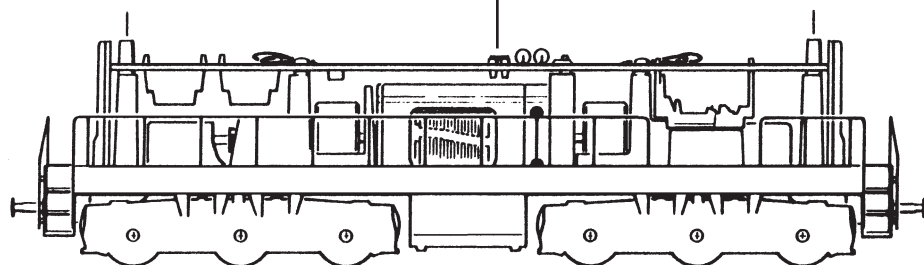

Fig. 5
3. Haftreifenwechsel: Zuerst den Getriebedeckel abnehmen (Fig. 5). Danach den **Radsatz** herausnehmen und die **Haftreifen** mit einer Nadel od. mit einem feinen Schraubendreher abziehen (Fig. 5). Beim Aufziehen der neuen Haftreifen darauf achten, dass diese sich nicht verdrehen.
3. Change of traction tyre: Remove the gear cover (fig. 5). Take out **wheel set** and remove **traction tyre** using a pin or a fine screwdriver (fig. 5). When pressing on the new traction tyre please **avoid twisting it**.
3. Échange des bandages d'adhérence: Démontez d'abord **le couvercle du carter des engrenages** des engrenages (fig. 5). Délogez ensuite les essieux bandagés et enlevez, à l'aide d'une aiguille ou d'un tourne-vis fin, les bandages d'adhérence (fig. 5). Lors du montage des nouveaux bandages veuillez veiller à ce que les bandages **ne soient pas tordues**.